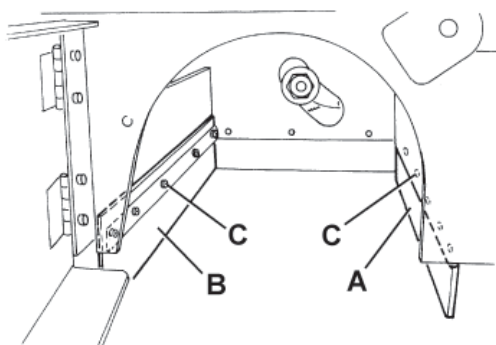
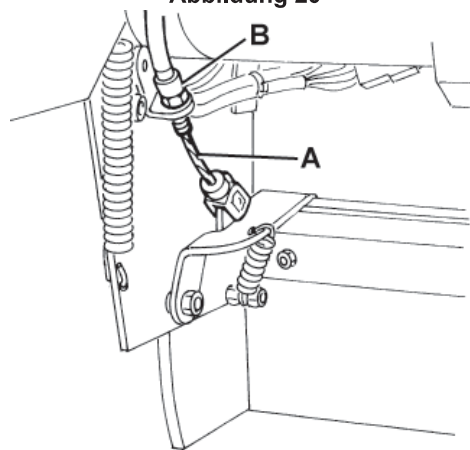
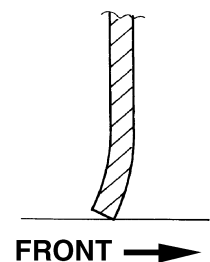

Abbildung 22
Abbildung 23
Abbildung 24
9. Prüfen, dass die Flaps vorn (A, Abb. 22) und hinten (B) unversehrt sind.
10. Überprüfen, ob die vordere (A, Abb. 22) und die hintere (B) Schmutzfangklappe leicht auf dem Boden schleifen bzw. ob sie den Boden zumindest berühren (siehe Abb. 24).
Falls erforderlich, Schrauben (C, Abb. 22) lösen und Schmutzfangklappenstellung einstellen. Danach Schrauben (C) wieder eindrehen.
11. Das Pedal für die vordere Schmutzfangklappe (81) ganz heruntertreten und überprüfen, ob sich die vordere Schmutzfangklappe um ca. 5 cm hebt.
Das Pedal loslassen und überprüfen, ob die Schmutzfangklappe in ihre Ausgangsstellung zurückkehrt und nicht in einer Zwischenstellung stehenbleibt. Falls erforderlich, das Schmutzfangklappenkabel (A, Abb. 23) mit der Einstellvorrichtung (B) vorne links auf der Schmutzfangklappe einstellen (für das Auswechseln des Steuerkabels der vorderen Schmutzfangklappe siehe Service-Anleitung).